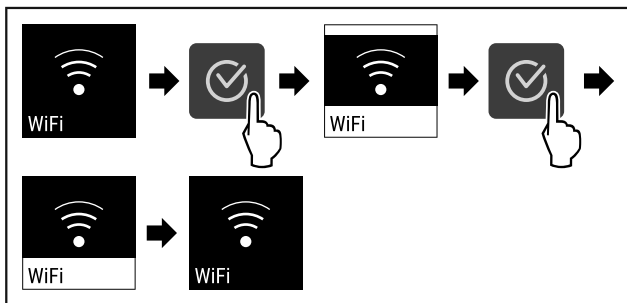

Fig. 86
- ▶ Handlungsschritte (siehe Fig. 86) durchführen.